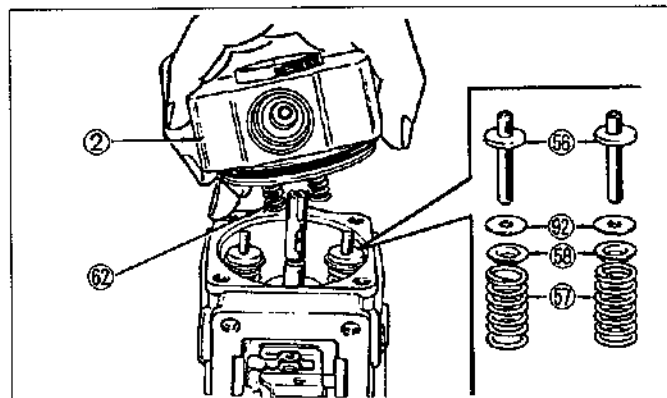

Figura.12-14 Extracción de la cabeza de distribución
(2) Extraiga los resortes de retorno del émbolo distribuidor ⑤7 junto con los asientos de resorte superior ⑤⑥, laminillas ⑤② y guías de resorte de émbolo distribuidor ⑤⑤. (Vea la figura.12-14)